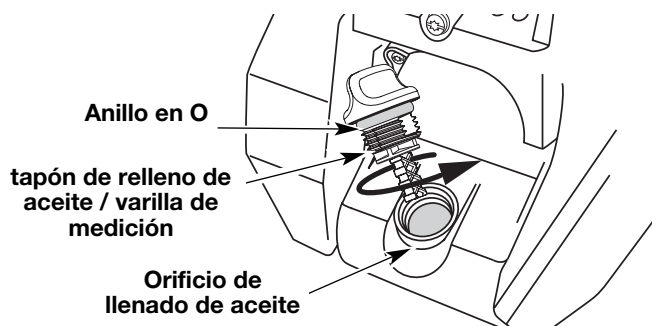

Fig. 53
6. Si el nivel está bajo, agregue una pequeña cantidad de aceite en el orificio de llenado de aceite y vuelva a medir (Fig. 53). Repita hasta que el nivel de aceite llegue hasta la parte superior de la varilla de medición.
NOTA: Verifique que el anillo en O esté en su lugar en el tapón de relleno de aceite / varilla de medición cuando mida y cambie el aceite (Fig. 53).